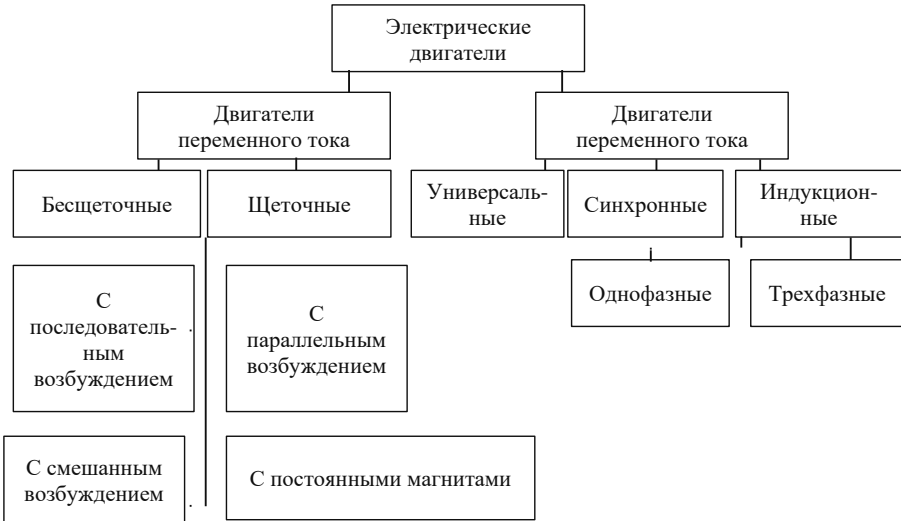

Рис. 30 Классификация электрических двигателей
- Классификация электрических двигателей представлена на рис. 30.